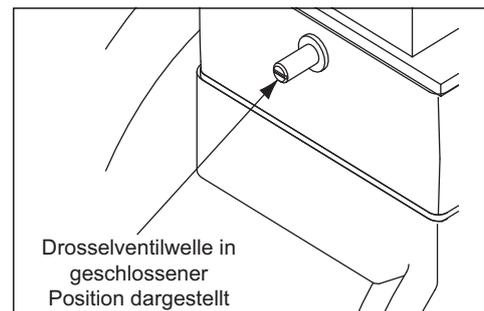

Abbildung 4.5. Welle der Luftdrosselklappe
- b. Am Ende der Welle des Drosselventils verläuft eine Nut parallel zur Luftklappe. Diese Nut dient dazu, die Drosselklappenposition nach aussen sichtbar anzuzeigen. Das Drosselventil ist geschlossen, wenn die Wellennut senkrecht zur Durchflussrichtung des Luftstroms durch das Drosselventil steht. Siehe hierzu Abbildung 4.5